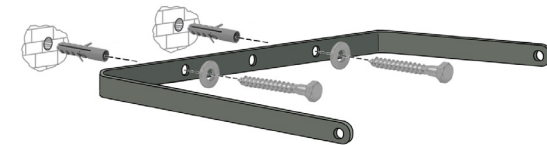

Bild 2
2. Die Bohrlöcher an den entsprechenden Stellen anzeichnen, die Löcher bohren und die Dübel einsetzen. Bei Holzwänden oder Leichtbauwänden passendes Material verwenden. Den Halter mit Schrauben und mit Unterlegscheiben anschrauben (Bild 2).